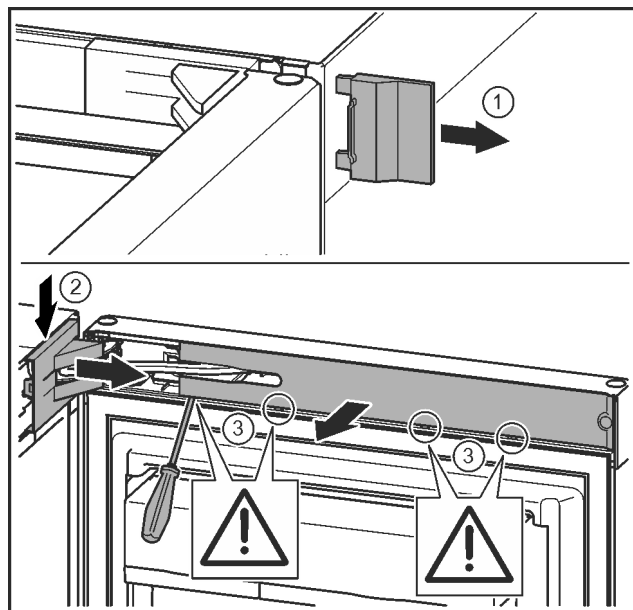

Fig. 9
- Αφαιρέστε το εξωτερικό κάλυμμα. Fig. 9 (1)
- Ξεκουμπώστε και λύστε το κάλυμμα του στηρίγματος. Αφαιρέστε το κάλυμμα του στηρίγματος. Fig. 9 (2)
- Ξεκουμπώστε το διακοσμητικό κάλυμμα με ίσιο κατσαβίδι και παραμερίστε το προς το πλάι. Fig. 9 (3)